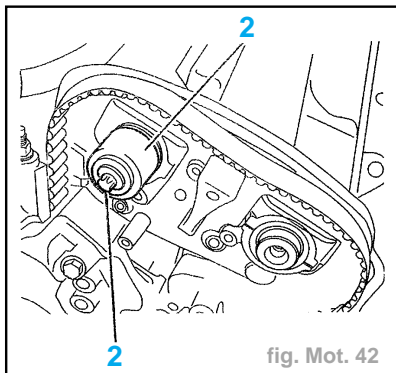

fig. Mot. 42
- Monter des joints à lèvres d'arbres à cames neufs à l'aide de l'outil (2) (réf. 187D) et des vis de fixation des moyeux d'arbres à cames (2) (fig. Mot. 42).
- Reposer l'ensemble moyeu/pignon (1).